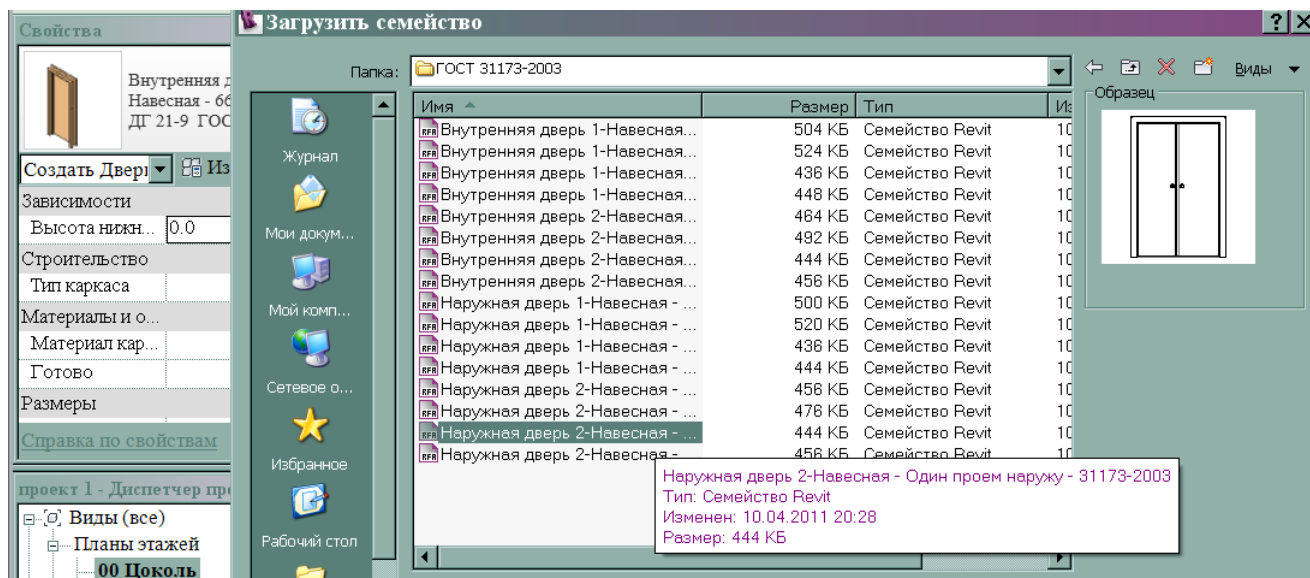

Рис. 76
3. Для загрузки дополнительных типоразмеров дверей из библиотеки Revit последовательно нажать **Режим→Загрузить семейство→Двери→Для России→ГОСТ 31173-2003→Наружная дверь 2-Навесная-Один проем наружу** (рис.76).